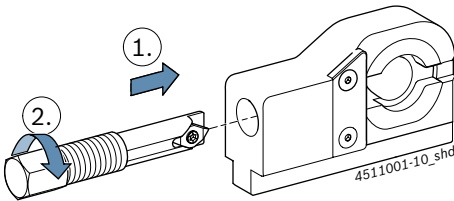

Fig. 11: Sätt fast spännskraven
4. Skjut dit spännskraven som i Fig. 11 i demonteringsverktyget och vrid på gängan.